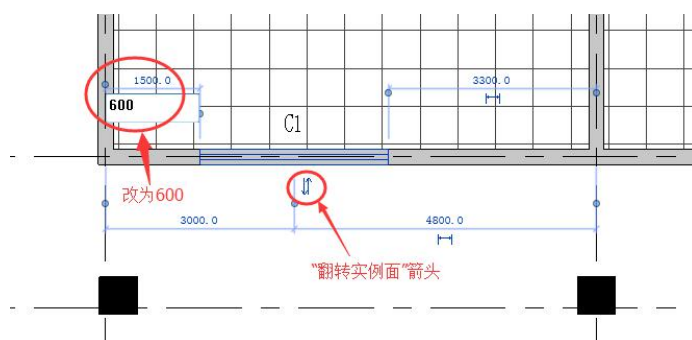

图 6-3 窗位置修改
•• 选择上一步中创建的窗，点击窗左侧边界与轴线 1 之间的尺寸标注，更改为“600”（图 6-3），按回车键完成 C1 位置的修改。